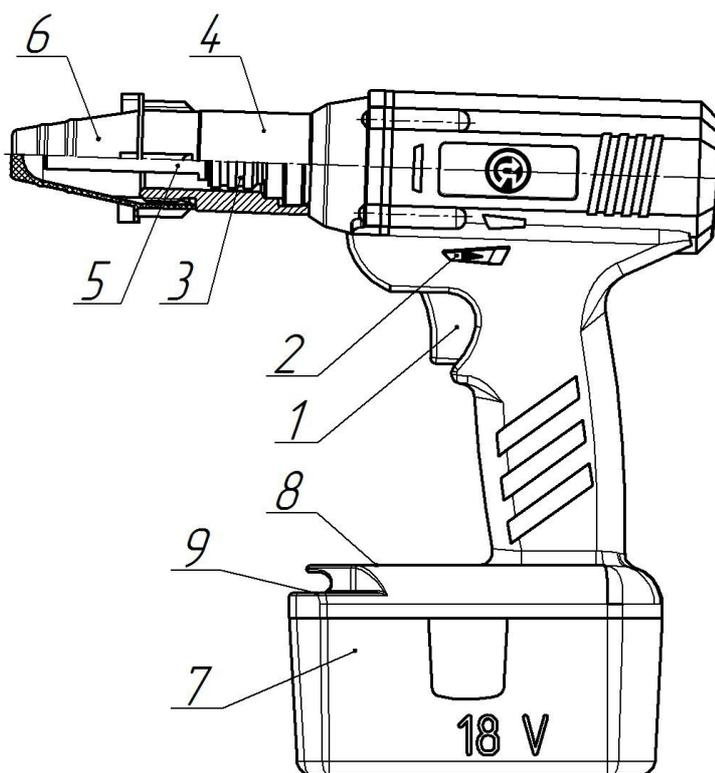
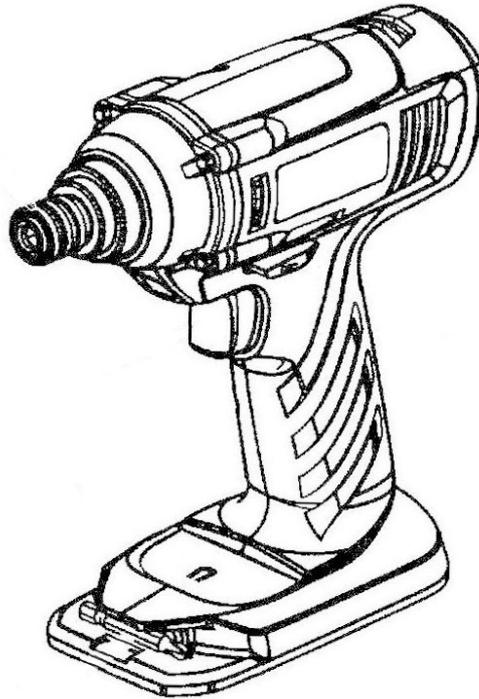

Рисунок 1. Электропривод аккумуляторный ЭПА-220
Рисунок 5. Подготовка электропривод для эксплуатации в качестве винтоверта
5.2 Включение электропривода осуществляется нажатием на курок выключателя 1 (*рисунок 1*). Плавность изменения частоты вращения шпинделя от минимального до максимального значения осуществляется посредством изменения усилия нажатия на курок выключателя 1.
7.7 Электропривод может эксплуатироваться в качестве винтовёрта (*рисунок 5*). Для этого необходимо открутить насадку 4 (*рисунок 1*) и заменить шпиндель 5 на биты.